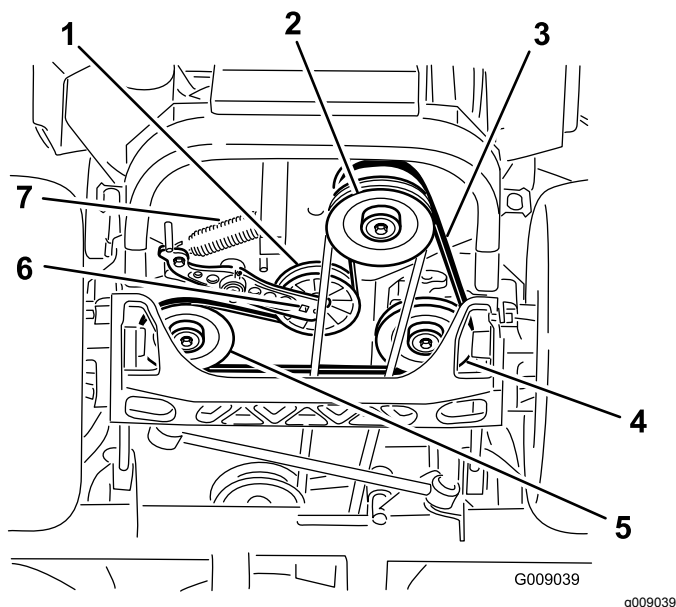

Figure 88
- Soulevez la machine sur des chandelles (Figure 88).
5. Insérez un rochet dans le trou carré du bras de la poulie de tension pour déposer le ressort de la poulie de tension (Figure 88).
6. Décrochez le ressort de tension sur le cadre (Figure 88).
9. Insérez un rochet dans le trou carré du bras de tension pour installer le ressort de la poulie de tension sur le cadre (Figure 88).